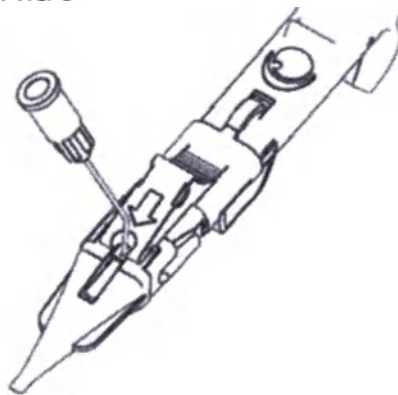

Рис. 6
8. Введите канюлю (23G или крупнее) шприца, наполненного вязкоэластиком, в небольшое отверстие перед красным стоппером. Введите вязкоэластик через отверстие, как показано на Рис. 6. Заполнения форсунки картриджа наполовину должно быть достаточно.